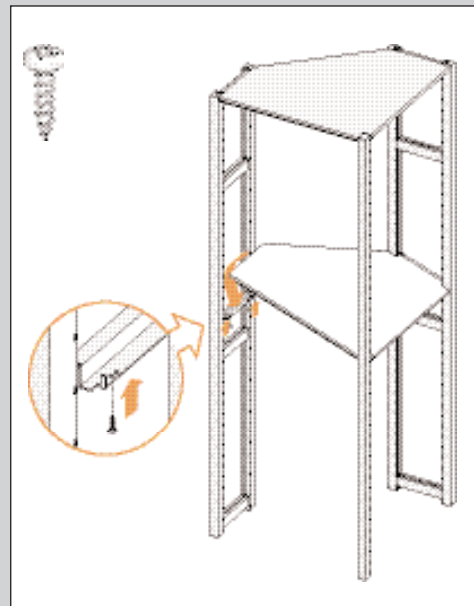

ABBILDUNG 21
7. Legen Sie den Eckboden mit der vormontierten Halterung in die Nuten des Ständers ein. Legen Sie den Eckboden mit der anderen Seite auf die lose Bodenhalterung. Die Laschen der Bodenhalterung müssen in die Löcher des Eckbodens fallen (siehe Abb. 21).
8. Schrauben Sie die Halterung von unten am Eckboden fest (siehe Abb. 21).